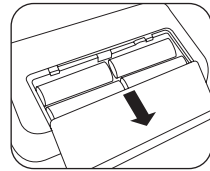

Fig. 1
- Ouvrez le couvercle du compartiment à piles situé sous l'appareil (voir Fig. 1). Insérez les piles (cf. chapitre 13). Veillez à respecter la polarité (« + » et « - ») lors de l'insertion. Refermez le couvercle du compartiment à piles. L'appareil passe automatiquement à la fonction date/heure et, lors de la première utilisation, l'écran affiche le chiffre « 3 1 » pour le jour et « 12 » pour le mois. La date réglée est donc le 31 décembre. Réglez la date et l'heure tel quel décrit ci-dessous.